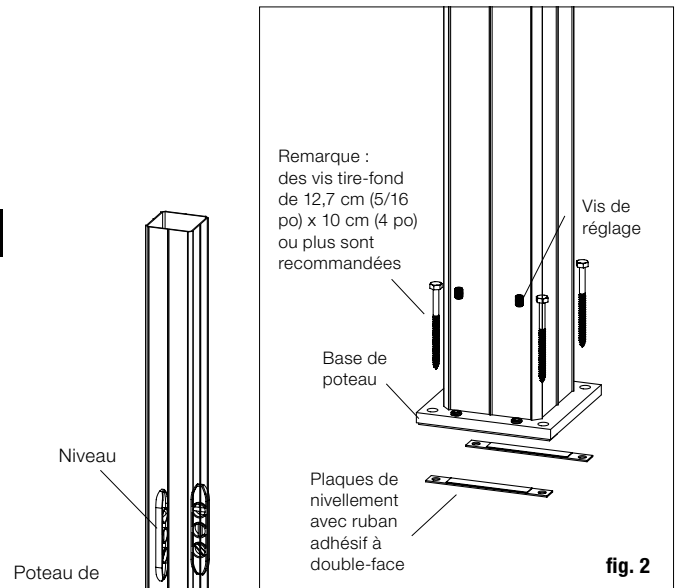

fig. 2
**Étape 3** Fixez les deux plaques de nivellement à la base du poteau à l'aide du ruban adhésif à double-face afin qu'elles reposent sous les vis de réglage et que les trous de fixation soient alignés (fig. 2). Remettez le poteau à sa place sur le platelage, insérez les fixations de poteau (NON INCLUSES) et vissez partiellement. À l'aide d'un niveau, ajustez les vis de réglage avec une clé Allen (NON INCLUSE) jusqu'à ce que le poteau soit bien fixé. Resserrez les fixations de poteau complètement pour sécuriser la base au platelage.